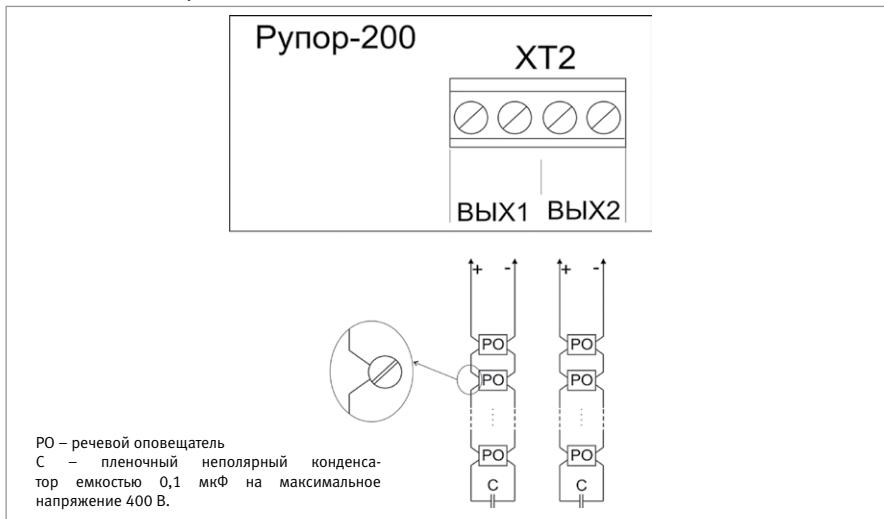

Рисунок 8. Подключение громкоговорителей к линиям оповещения
1. Типовая схема подключения речевых оповещателей (РО) приведена на рис.8. К каждой линии подключения «ВыХ1», «ВыХ2» можно подсоединить несколько РО, соединенных параллельно.
2. При параллельном подключении нескольких РО каждый следующий РО в линии подсоединяйте к клеммам предыдущего таким образом, чтобы провода соединялись только через клемму РО (рис. 8), но не между собой! (При отключении РО цепь должна разрываться).